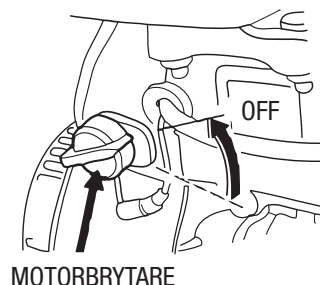

Bild 15. Motorns strömställare (läge OFF)
2. Efter att motorn **kylts**, vrid motorns strömställare till läge **"OFF"** (bild 15).